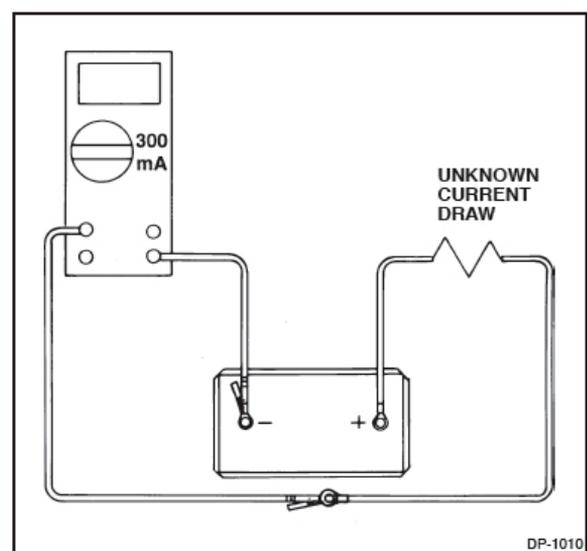

Figura 1-10. Línea de Entrada del Amperímetro
2. La figura 1-10 muestra un amperímetro digital en serie con un flujo de corriente desconocida, la cual puede ser resultado de una carga parásita. En una escala de 10 amperios la corriente sería demasiado baja para poder medirse. Sin embargo, con la escala de 300 ma (miliamperios) este flujo de corriente se puede medir fácilmente